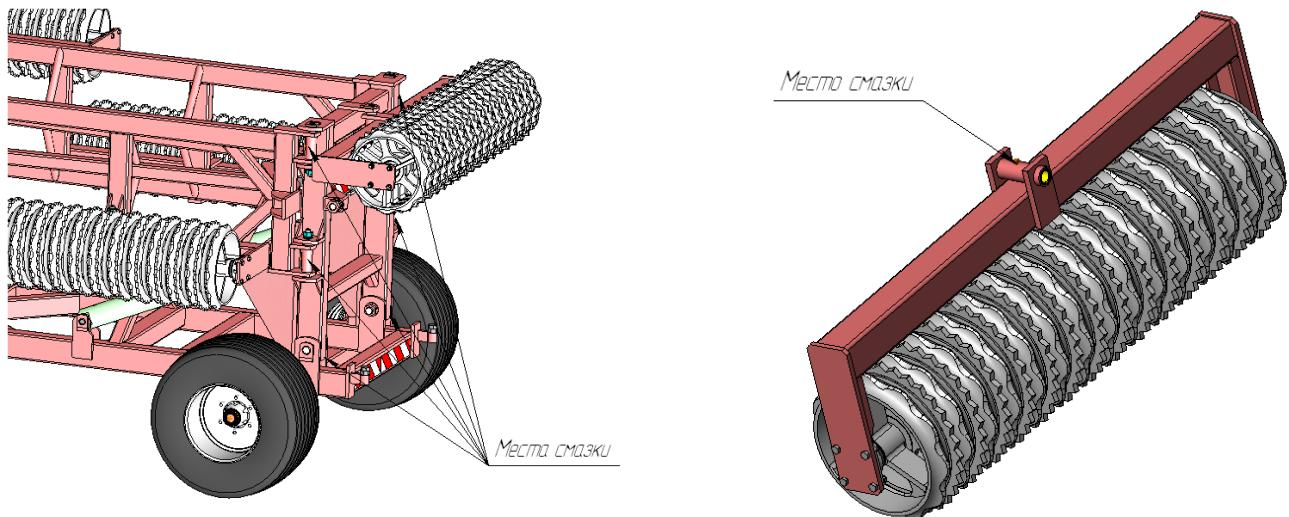

Рис.15 Места смазки
- 3) Смазать каток в точках смазки (рис.15);